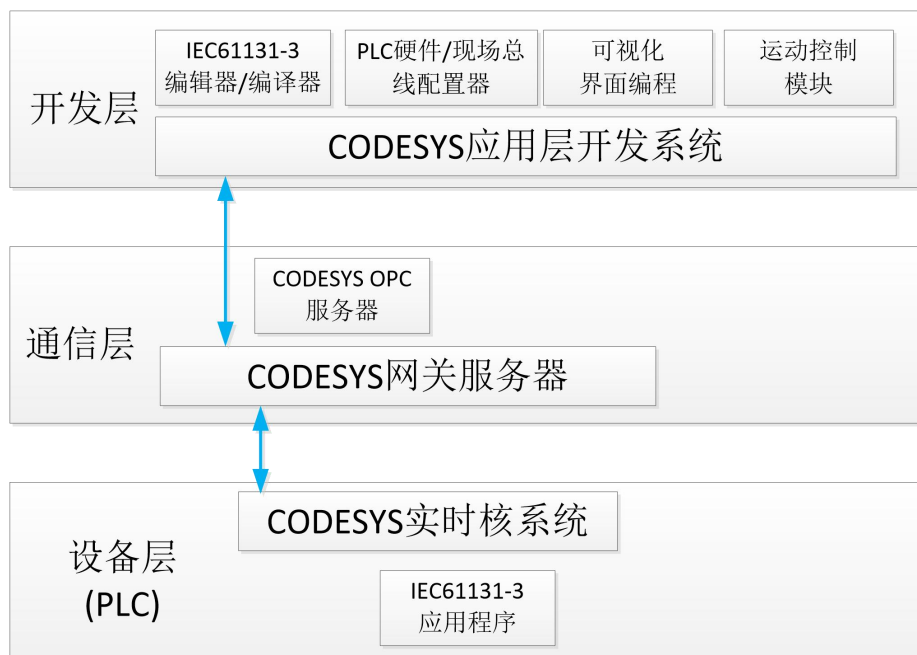

图 1.1 LeadSys 架构示意图
- LeadSys 软件从架构上可以分为 3 层：应用开发层、通信层和设备层，如图 1.1 所示。